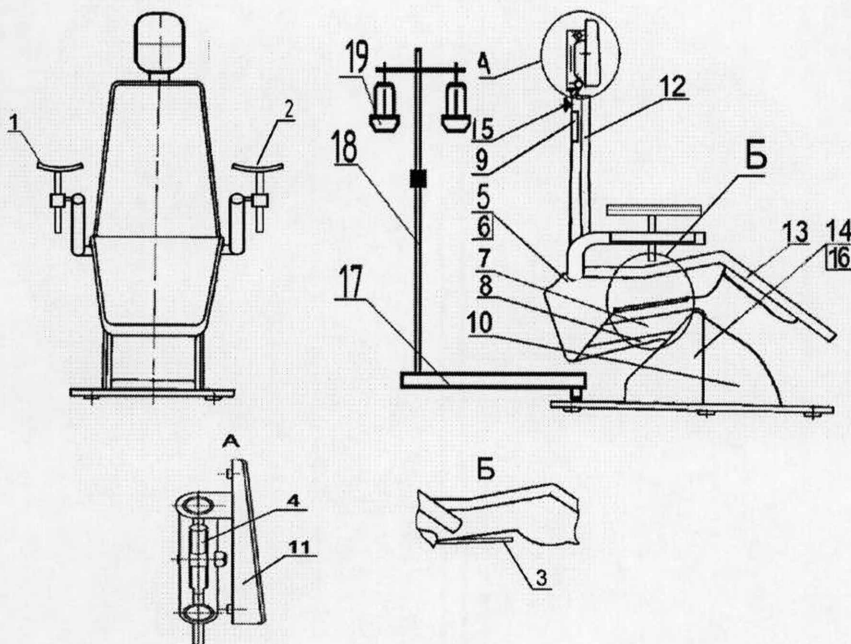
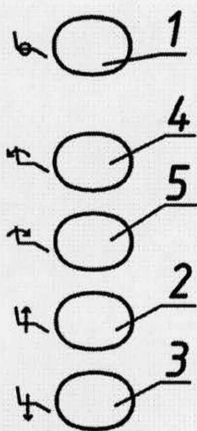

Рис.1
Рис. 4.
1. Рис. 1. Кресло КСЭМ-05-01.
4. Рис. 4. Кресло КСЭМ-05-01. Пульт управления.
| 2.11. Габаритные размеры кресла в нижнем положении сиденья без навесного специального оборудования согласно рис. 1:   |             |
4.1. Кресло состоит из нижней неподвижной и верхней подвижной части (рис. 1).
4.2. Верхняя часть представляет собой корпус 6 (рис. 1) с закрепленным на нем сиденьем 13, спинку 12, подлокотники 1 и 2, подголовник 11. В корпусе 6 (под сиденьем) расположен блок управления 5 с тремя вставками плавкими. Подлокотники 1 и 2 могут быть откинuty назад. Спинка приводится в движение электроприводом М2. Спинка может перемещаться (наклоняться) от вертикального положения до положения по «Тренделенбургу», т.е. ниже горизонтальной оси на угол не менее 8°.
4.3. Для предотвращения травмирования движущимися частями кресла (при автоматическом движении вниз) на нижней части сиденья установлен рычаг 3 (Рис. 1), при нажатии, на который происходит остановка движения кресла.
4.4. Подголовник 11 (рис. 1) предназначен для удержания головы пациента в необходимых при лечении положениях. На спинке расположен маховик 15 (рис.1) фиксирования штанги подголовника. При вращении маховика против часовой стрелки штанга освобождается от стопорения и передвигается вверх или вниз относительно спинки, обеспечивая регулировку подголовника по высоте. Фиксирование штанги происходит при вращении маховика по часовой стрелке.
Включение электроприводов кресла осуществляется пультом управления 9 (рис.1) путем нажатия на соответствующую кнопку. При этом подъем сидения кресла осуществляется при нажатии на кнопку 2 (рис.4), опускание - на кнопку 3, опускание спинки - на кнопку 4, ее подъем – на кнопку 5. Возврат кресла в исходное положение осуществляется автоматически после однократного нажатия на кнопку 1.
Для предотвращения травмирования движущимися частями кресла (при автоматическом движении вниз) на нижней части сиденья установлен рычаг 3 (Рис.1), при нажатии, на который происходит остановка движения кресла. Плавкие вставки FU1... FU4 расположены в блоке управления и предназначены для защиты электрических цепей электрооборудования кресла.
5.6. Для экстренной остановки движения верхней части кресла вниз следует приподнять рукой рычаг 3 (Рис.1).
6.4. Включить вилку шнура в сеть. Путем нажатия на кнопку 2 (рис.4) поднять верхнюю часть кресла на максимальную высоту. Нажатием кнопки 4 наклонить спинку.
6.5.2. Из исходного положения с помощью кнопок 2 и 4 (рис. 4) спинка и сиденье кресла устанавливаются в выбранное положение.